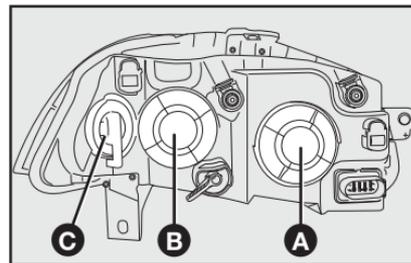

fig. 36
- 1) girar la tapa **A-fig. 36** (para sustituir la lámpara de luz baja) o la tapa **B-fig. 36** (para sustituir la lámpara de luz alta) en sentido antihorario y quitarla;
- 6) recolocar la tapa **A-fig. 36** o **B-fig. 36**, girándola en sentido horario.
- 1) girar la tapa **C-fig. 36** en sentido antihorario y quitarla;
- 3) sustituir la lámpara y recolocar la tapa **C-fig. 36**, girándola en sentido antihorario.
- 1) girar la tapa **B-fig. 36** en sentido antihorario y quitarla;
- 5) recolocar la tapa **B-fig. 36**, girándola en sentido antihorario.